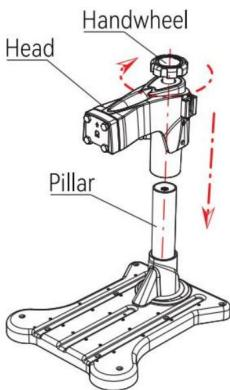

Fig 1
1. Inserire la testa nel pilastro e ruotare il volantino 10 volte in senso orario, il che indica che la testa è installata (come mostrato in fig1).